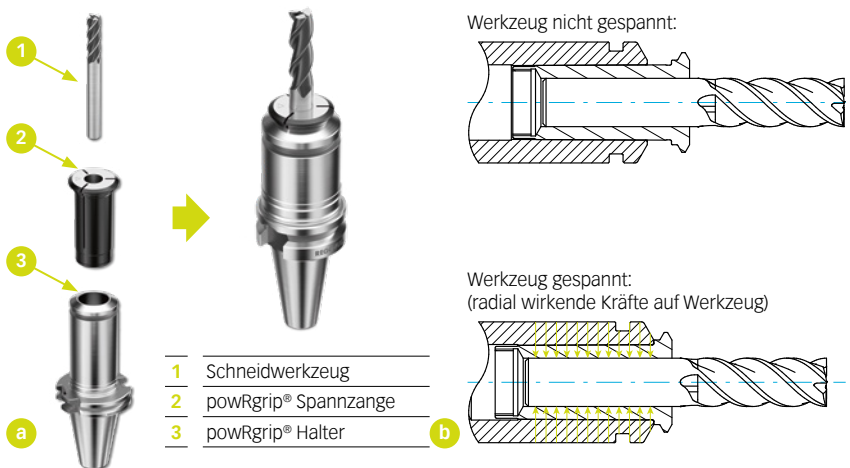

Abbildung 3.3
► **Abbildung 3.3 (a)** [18] zeigt die drei Komponenten des powRgrip® Systems: Werkzeughalter, Spann- zange und Schneidwerkzeug, links im ungespannten und rechts im gespannten Zustand. Ergänzend dazu zeigt ► **Abbildung 3.3 (b)** [18] eine Schnittdarstellung des Spannbereichs, oben im ungespannten und unten im gespannten Zustand.